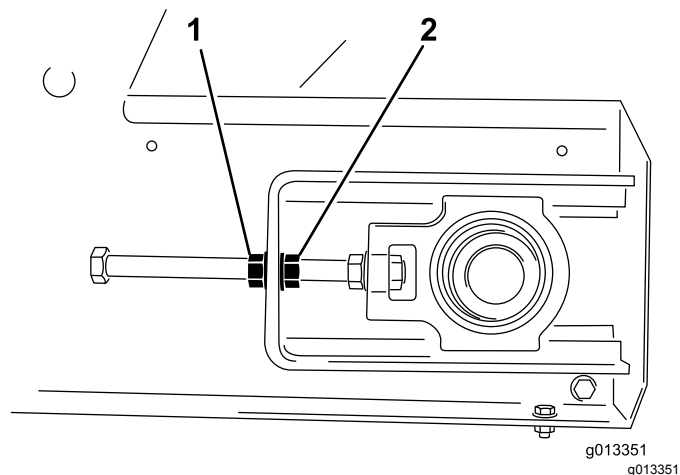

图 55
4. 使用 2 把扳手保持张紧装置杆的端头不动然后拧松距离杆端头最近的锁紧螺母 图 55。
3. 输送带偏向哪一侧就保持住那一侧的张紧器杆不动然后松开锁紧螺母并上紧调节螺母 2 个面图55。